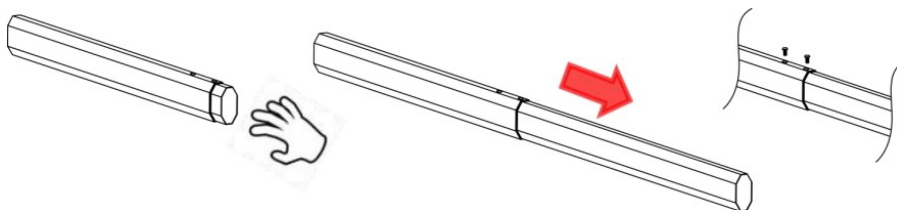

Figura 1 Conecte o braço principal e secundário e fixe com os 2 parafusos
- 1) Puxe o braço menor para fora da do braço principal e fixe com os dois parafusos, conforme mostrado na Figura 1.